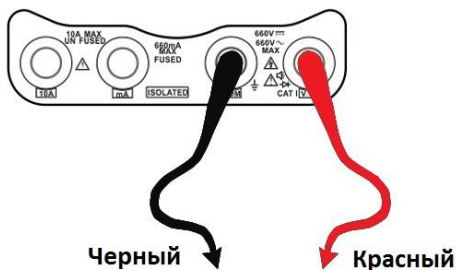

Рис.35
1. Подключить черный щуп к разъему “COM”, а красный щуп к разъему “V/Ω” CCTV-тестера (Рис.35).